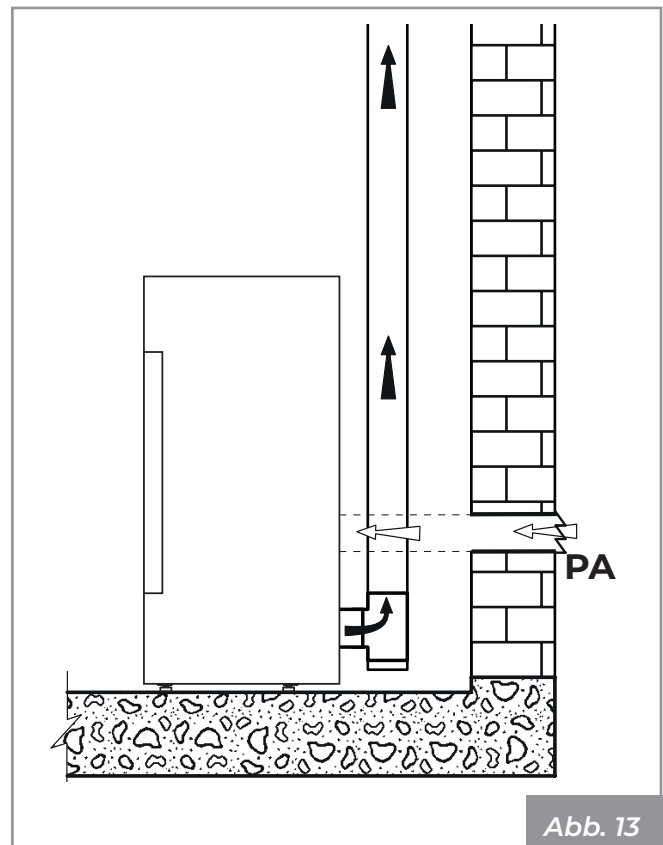

Abb. 13
- aus der Installationsumgebung oder aus geeigneten Nebenräumen kommen (**Abb. 13**).
Machen Sie den Lufteinlass an der Wand (**Abb. 13 - PA** = Lufteinlass), und lassen Sie das Gerät frei, um Luft in den Raum anzusaugen.